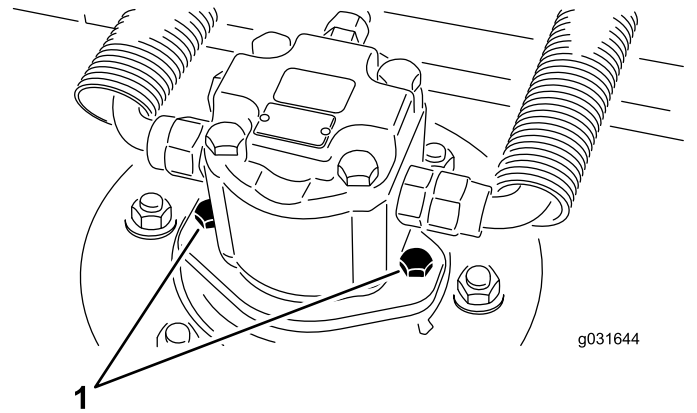

Bild 68
2. Entfernen Sie die Befestigungsschrauben des Hydraulikmotors, klemmen den Hydraulikmotor vom Mähwerk ab und entfernen ihn (Bild 68).
- Bringen Sie mithilfe der Befestigungsschrauben des Hydraulikmotors den Hydraulikmotor am Mähwerk an (Bild 68).